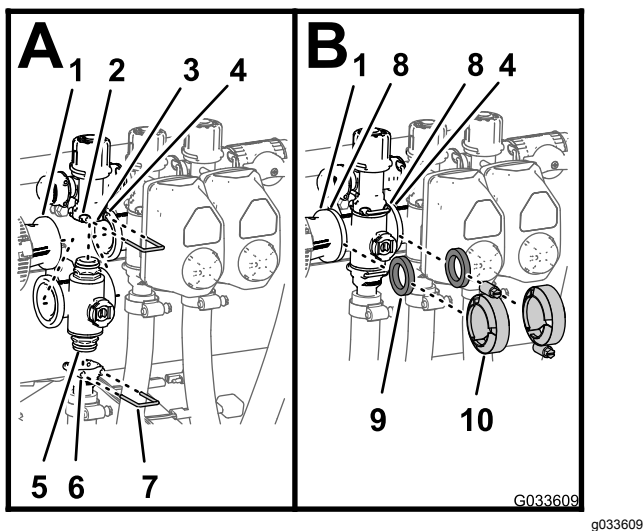

Figure 116
- Insérez le raccord d'embout supérieur de la valve de collecteur dans le raccord de dérivation (A de Figure 116).
2. Fixez le raccord d'embout au raccord de dérivation en insérant un étrier de fixation dans la douille du raccord de dérivation (A de Figure 116).
3. Montez le raccord de sortie sur le raccord d'embout inférieur de la valve de collecteur (A de Figure 116).
4. Fixez le raccord d'embout au raccord de sortie en insérant un étrier de fixation dans la douille du raccord de sortie (A de Figure 116).
5. Placez joint entre les brides de l'accouplement réducteur et du collecteur de vanne de section (B de Figure 116).
6. Montez l'accouplement réducteur, le joint et le collecteur de vanne de section avec un collier serré à la main (B de Figure 116).
7. Si vous montez les 2 vannes de section à l'extrême gauche, placez un joint entre les brides des 2 collecteurs de vanne de section adjacentes (B de Figure 116).
8. Montez les 2 collecteurs de vanne de section adjacentes et le joint avec un collier serré à la main (B de Figure 116).